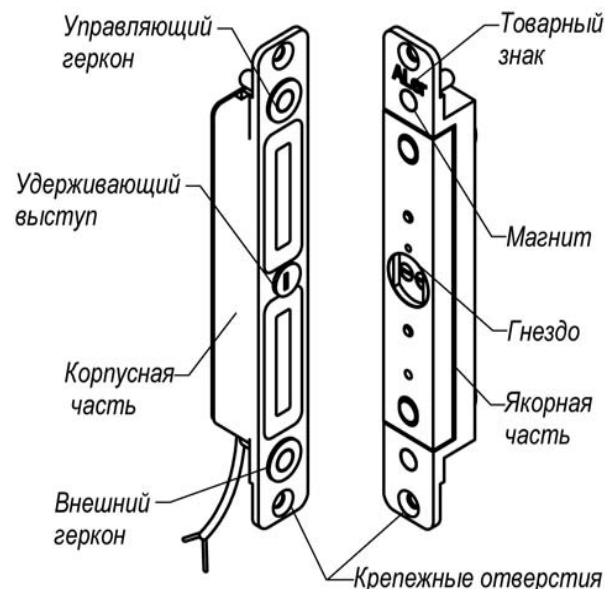

Рис.1
ЗАМОК состоит из корпусной и якорной частей. При закрытии двери подвижная пластина якорной части притягивается к рабочей поверхности корпусной части, при этом удерживающий выступ на корпусе входит в соответствующее гнездо пластины якоря и запирает дверь (рис.1).
5.2 Для монтажа якорной части подготавливается гнездо шириной не менее 26 мм и глубиной не менее 28 мм. Подвижная пластина якоря не должна касаться стенок гнезда при любом положении якоря. Якорная часть в гнезде должна быть сориентирована по установочной метке в виде товарного знака «ALer» направлением вверх (Рис.1). Для